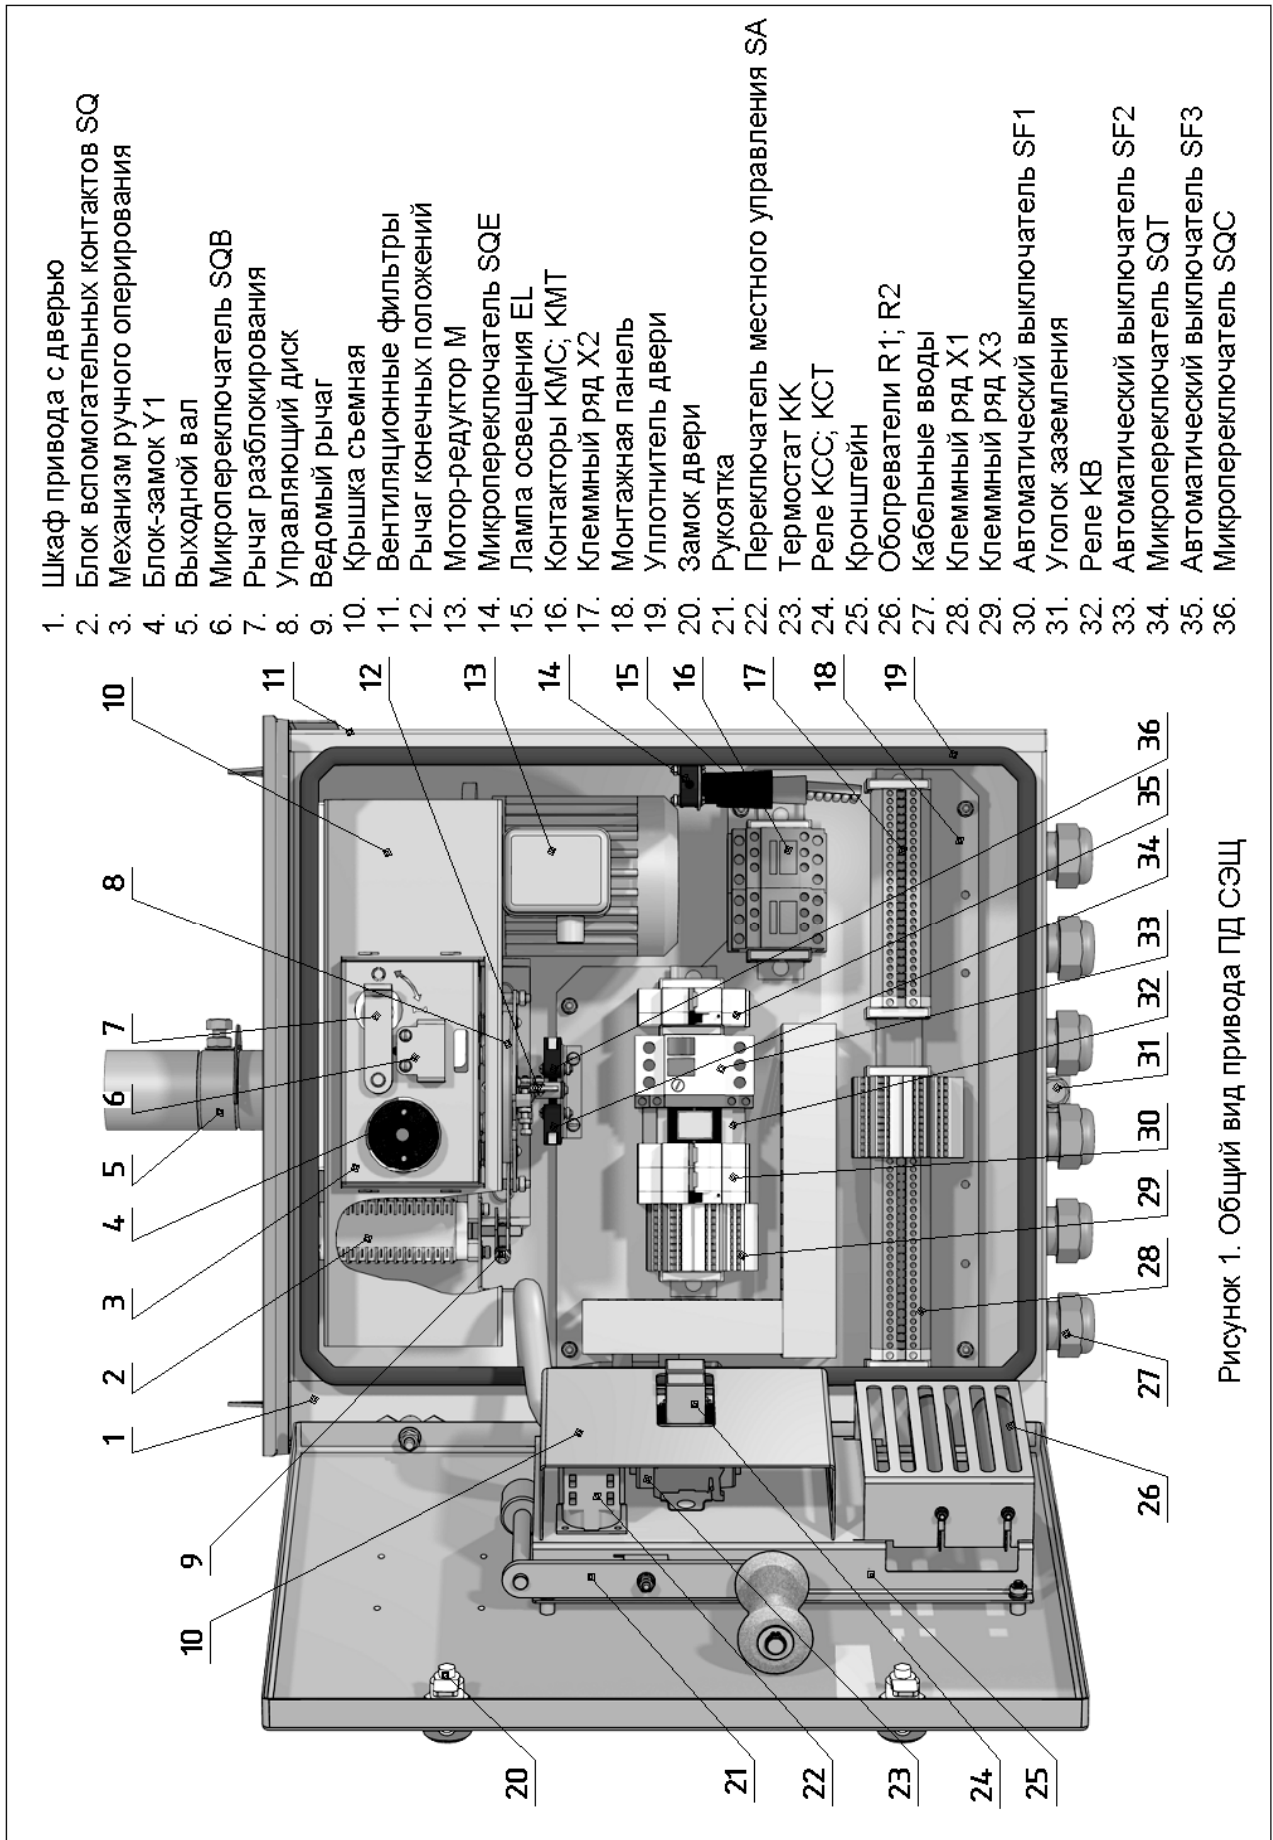

Рисунок 1. Общий вид привода ПД СЭЩ
4.1.1 Привод выполнен в виде шкафа с герметично закрывающейся дверью, см. рисунок 1.